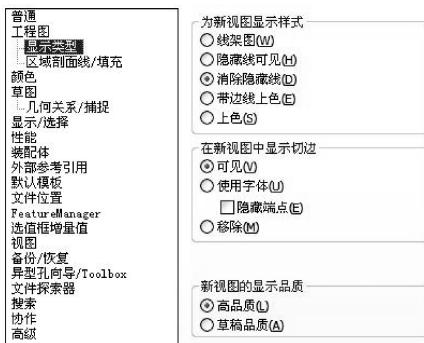

图 10-2 工程图的【显示类型】设置
- **显示类型：**设置工程视图显示模式和相切边线显示，如图 10-2 所示。